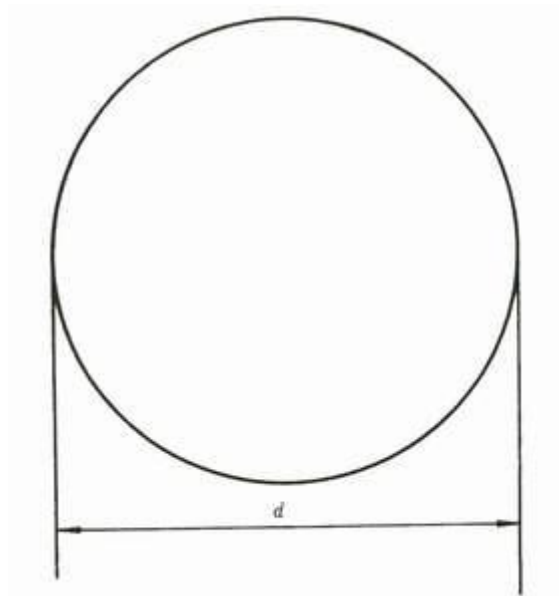

图 3 指令标志的基本型式
- 4. 3. 2 指令标志的基本型式是圆形边框，如图 3 所示。